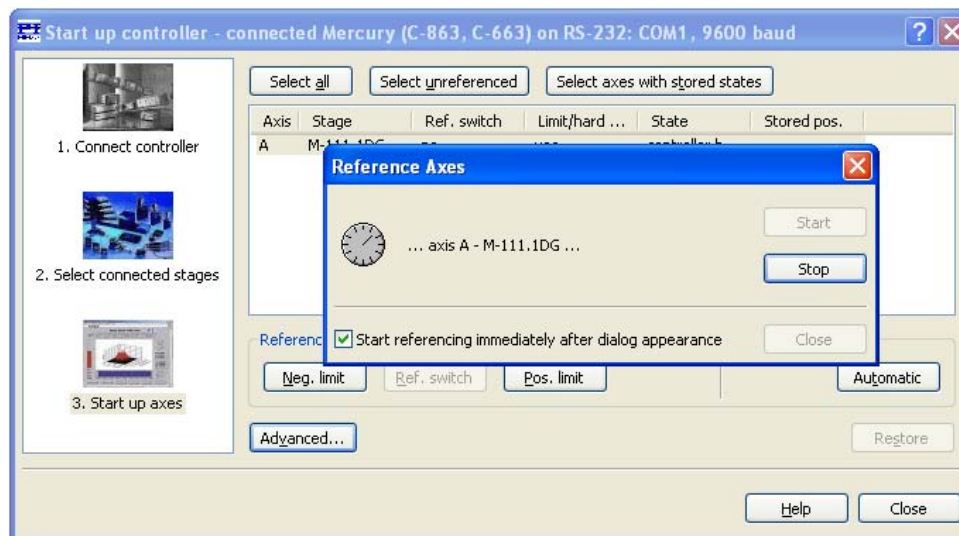

Abb. 4: PIMikroMove®, Start up controller, Schritt 3: Referenzieren Sie die Achse.
- 8 Stellen Sie sicher, dass der Controller die absolute Position jeder Achse kennt (d. h. dass die Achse referenziert wird). Falls Sie die Software nicht zur Referenzierung aufgefordert hat (wie in Abb. 4), dann nimmt sie möglicherweise an, dass die aktuelle Position 0 ist. Sorgen Sie dafür, dass sich die Achse in Richtung eines End- oder Referenzschalters bewegt und dort anhält. Einzelheiten finden Sie in den entsprechenden Software- oder Befehlshandbüchern.